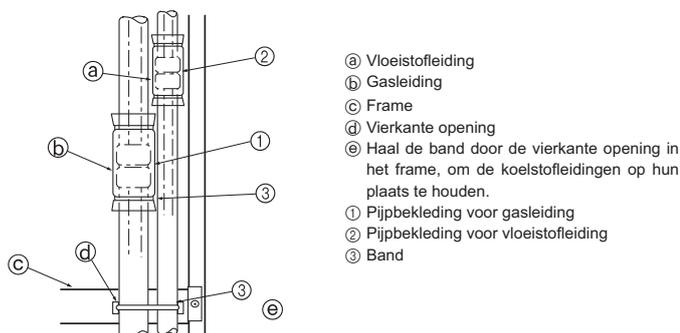

Fig. 4-5
- ① Pijpbekleding voor gasleiding
- ② Pijpbekleding voor vloeistofleiding
- ③ Band
Maak een volledige isolatie rondom de koppelingen ① en ② van de gas- en koelstofleidingen. Als de isolatie niet volledig is, kan er condens van deze plaatsen afdruppelen. (Fig. 4-5)
- Bevestig de bekleding van de gasleiding ① en die van de koelstofleiding ② aan beide uiteinden, zodat deze niet kunnen schuiven en op een lijn met elkaar liggen.
- Gebruik een band ③ om de koelstofleiding aan het frame te bevestigen (onder de koppeling), nadat u de bekleding ervan heeft aangebracht. Door deze bevestiging kan de koelstofleiding niet loskomen van het frame. (Als de koelstofleiding loskomt van het frame, kan de grill niet worden geïnstalleerd.)